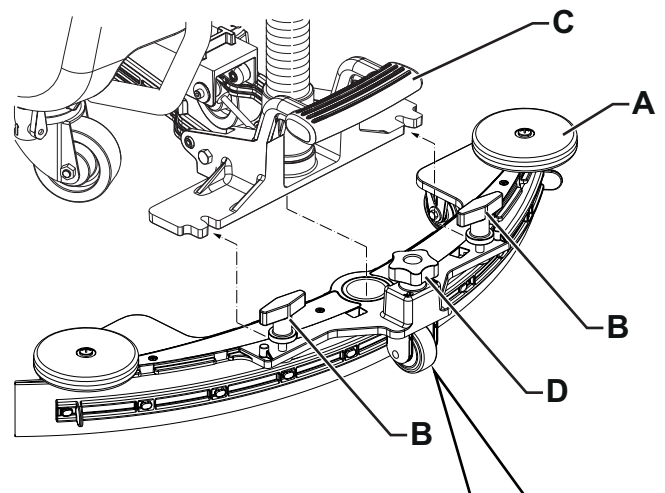

Figure 4
1. Installer l'embouchure (A, Fig. 4) et la fixer avec les boutons (B) à l'étrier (C).
2. Si nécessaire, régler l'embouchure avec la poignée (D) de sorte que le pneu arrière (E) et le pneu avant (F) touchent le sol, comme indiqué dans la figure.